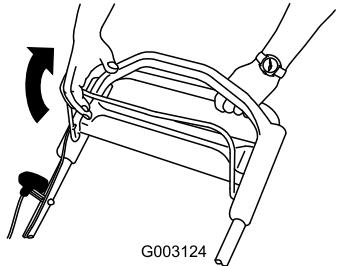

Figura 23
- Tire de la barra de control de la cuchilla hacia el manillar (Figura 23).